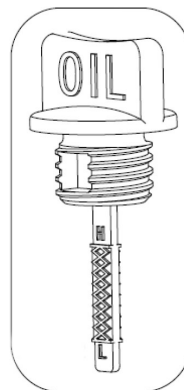

Рис. 12
4. Закройте крышку маслосазливной горловины и снова извлеките щуп. Проверьте уровень масла. Он должен находиться между верхней и нижней отметкой контрольного щупа ближе к верхней отметке «Н» (Рис. 12). В случае необходимости долейте свежее моторное масло.